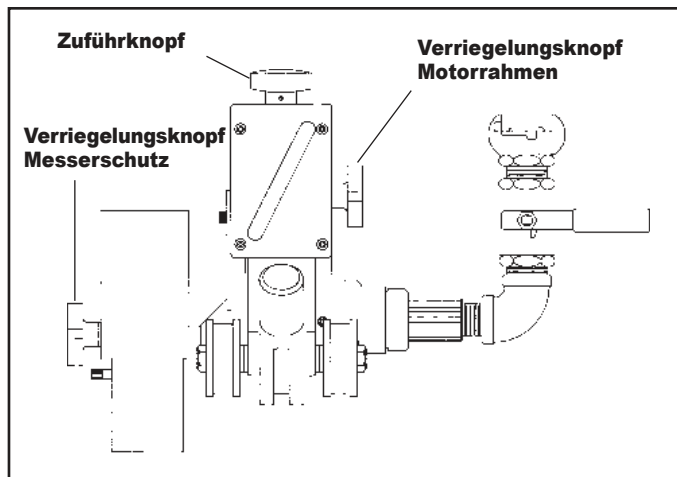

ABB. 4
1. Drehen Sie den Verriegelungsknopf am Motorrahmen los (Abb. 4).
2. Ziehen Sie den Motorrahmen wieder in die oberste Position. Drehen Sie hierzu den Zuführknopf entgegen dem Uhrzeigersinn (Abb. 4).
2. Drehen Sie den Zuführknopf des Schneiders im Uhrzeigersinn (Abb. 4): Senken Sie Motor und Schneider so ab, dass sie jeweils dem Rohr nahe kommen, dieses jedoch nicht berührt wird. Der Verriegelungsknopf des Motorrahmens sollte fest sitzen. Dennoch sollte der Rahmen verschoben werden können.
- 2.* Wenn Ihnen die Dicke des zu schneidenden Rohrs bekannt ist, drehen Sie den Zuführknopf so lange im Uhrzeigersinn (Abb. 4), bis der Zeiger die gewünschte Schneidetiefe anzeigt. Lassen Sie mindestens 1/4" (6,4 mm) über die Schneidetiefe des Messers hinweg zu.
*Eine Ausnahme hiervon ist die Verwendung des Gehrungsschneiders für Kunststoffrohre. Der Schneider würde erst dann aktiviert werden, wenn der Gehrungsschneider zu schneiden beginnt. Zu diesem Zeitpunkt könnten Sie anhand des Zeigers am Tiefenmesser die Abschrägung ablesen: Ist er bis zum Anschlag vorgerückt, beläuft sich die Abschrägung auf 15/16" (23,8 mm), siehe Abb. 4.
3. Ziehen Sie den Verriegelungsknopf am Motorrahmen fest (Abb. 4).
4. Ziehen Sie den Knopf zum Verriegeln der Abdeckung um ca. $\frac{1}{8}$ " (3,2 mm) vom Rohr entfernt fest (Abb. 4).